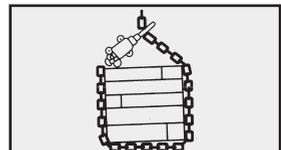

Bild 3.5
17. Lastkette nicht um die Last wickeln. (**Bild 3.5**)